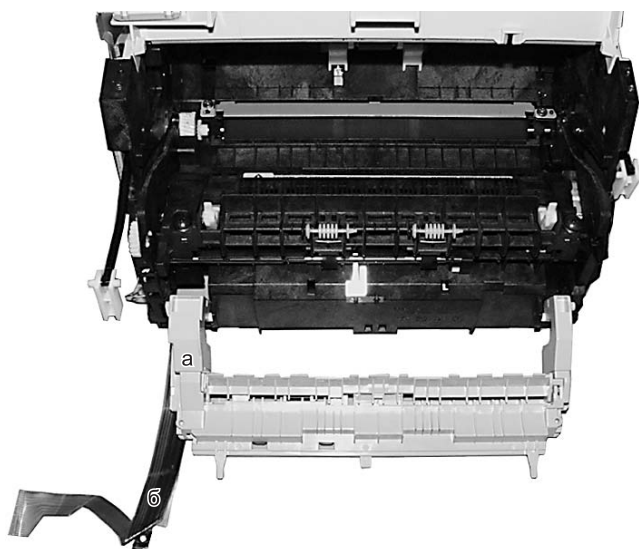

Рис. 1. Система выхода бумаги (а); шлейф навесного сканера (б)
4. Движением на себя снимаем панель. Будьте осторожны со шлейфом, идущим на блок сканера (см. рис. 1). При разборке аппарата его легко повредить.